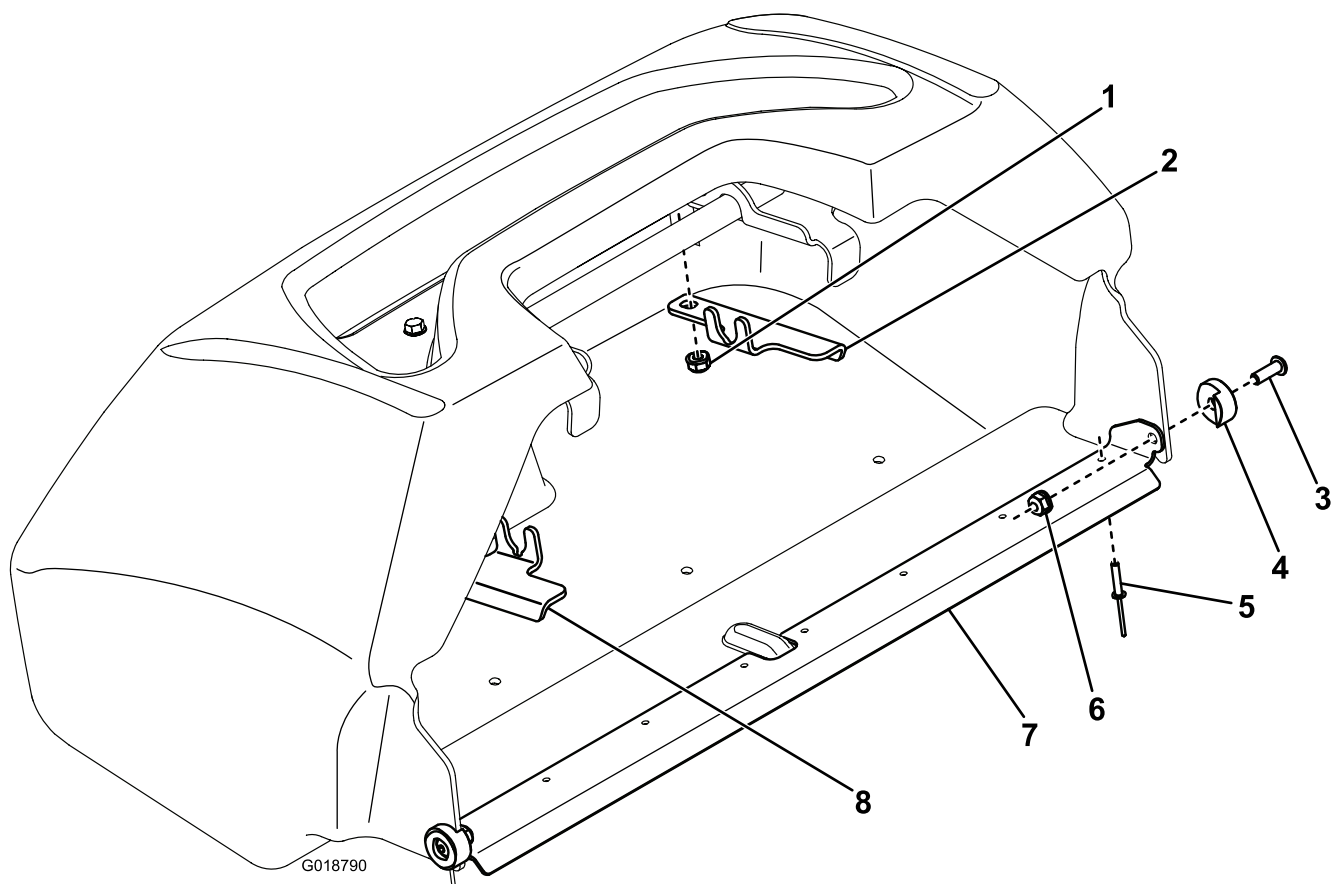

Figure 2
1. Fixez la barrette neuve à l'avant du bac en alignant le cran dans la barrette sur la partie surélevée du bac (Figure 2).
2. Percez 8 trous de 4 mm pour les rivets aveugles en utilisant la barrette comme guide (Figure 2).
3. Fixez la barrette au bac au moyen de 8 rivets aveugles (Figure 2).
4. Percez 2 trous de 6,75 mm en utilisant les côtés de la barrette comme guide (Figure 2).
5. Fixez les butées du bac à la barrette au moyen de 2 boulons et écrous à embase (Figure 2).
6. Retirez les 2 écrous à embase qui fixent la barre de support au bac (Figure 2).
7. Glissez les supports du bac sur les boulons qui fixent la barre de support et posez les écrous à embase retirés précédemment (Figure 2).